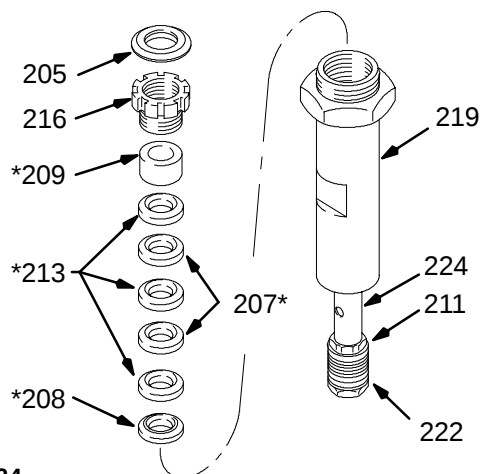

Fig. 24
2. Ôter le bouchon (205). Dévisser l'écrou de presse-étoupe (216). Voir Fig. 24.
3. En tapotant dessus, enfoncer la tige du piston (224) puis la tirer par le bas du cylindre (219) pour l'en extraire. Voir Fig. 24.
4. Ôter les anneaux presse-joints (209*, 208*) et les joints en V (207*, 213*) du presse-étoupe. Voir Fig. 24.
5. Serrer les méplats de la tige du piston (224) dans un étau. Desserrer le piston (222). Dévisser l'écrou (211) du piston. Ôter les anneaux presse-joints (210*, 214*) et les joints (212*, 206*, 203*) du piston. Voir Fig. 24.